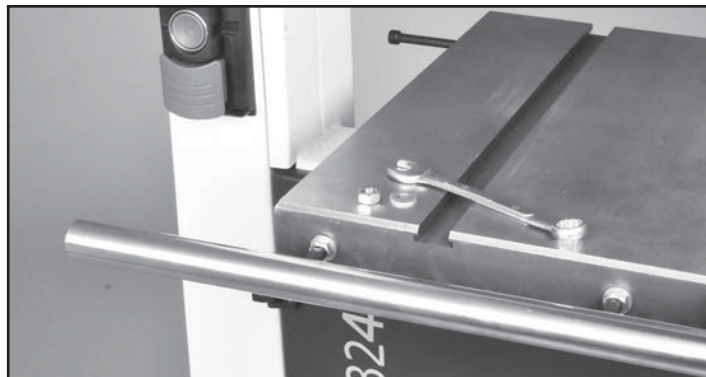

FIGURE 5
1. Montez la clôture rail de guidage (# 11F) sur l'avant bord de la table avec les deux barres de guide écrous et rondelles (# 15F, 16F) Fig. 5. Placer la barre de sorte qu'il est parallèle à la surface de la table, un d égale distance à partir du bord avant de la table lorsqu'elle est mesurée sur les deux bords avant gauche et droite de la table.